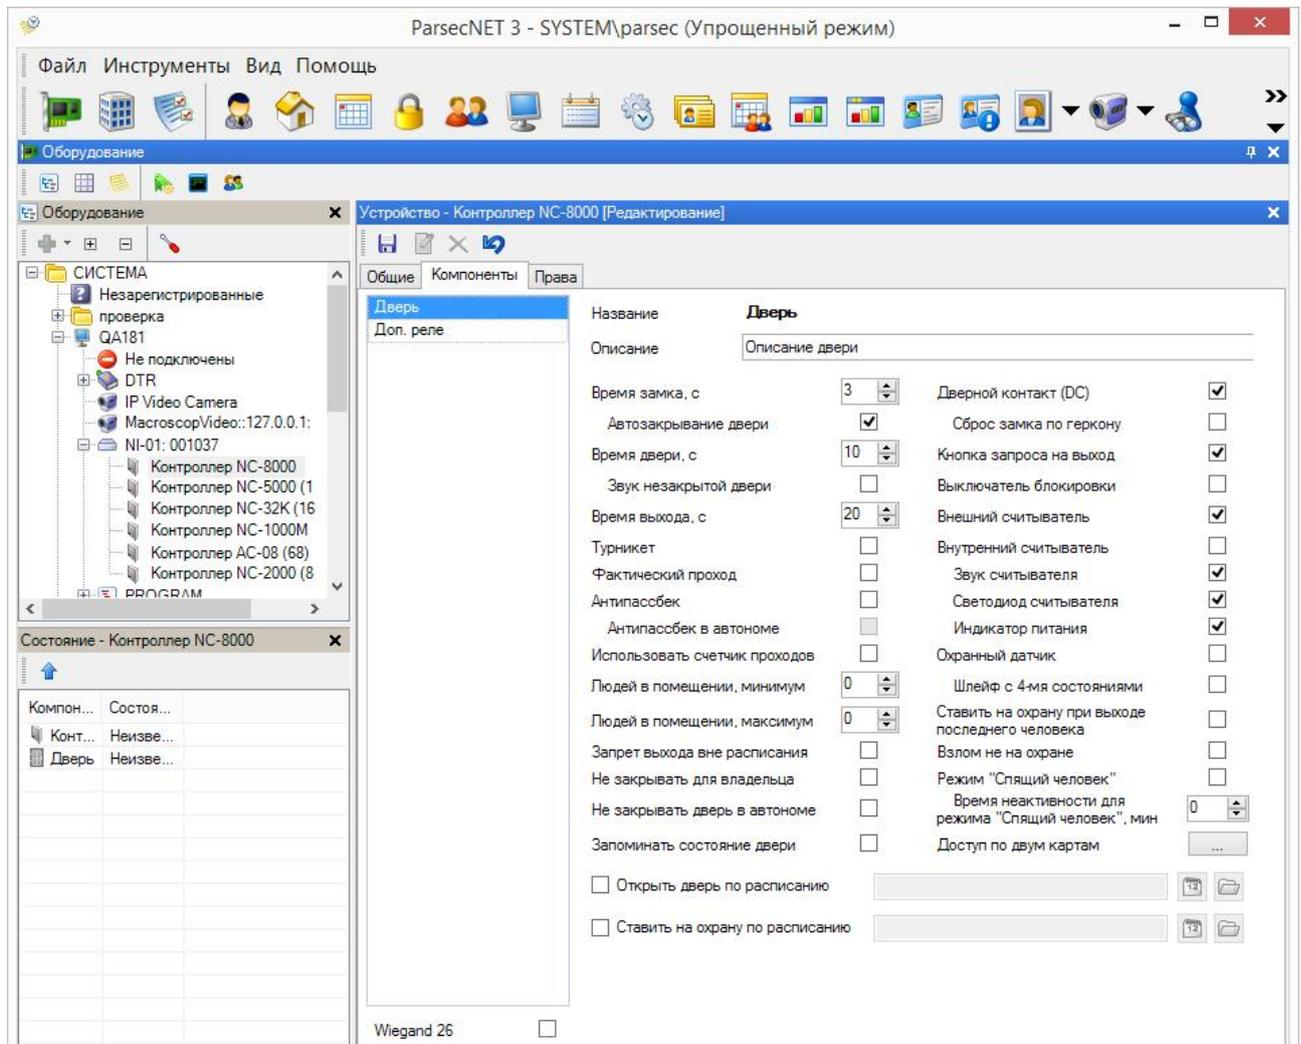

Рисунок 29. Настройка контроллера в ParsecNET 3.5
- интерфейса NI-A01-USB (см. рис. 29);